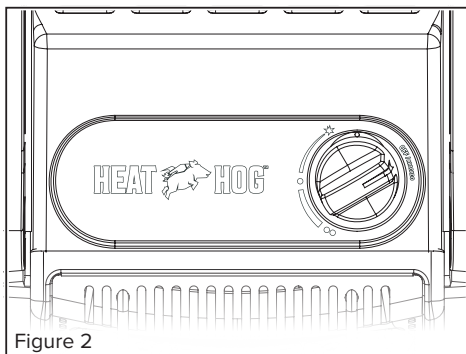

Figure 2
- Avant de connecter du propane, assurez-vous que le bouton de commande de la chaufferette est à la position « OFF » (arrêt); voir la figure 2.
- **Pour le modèle HH-09SNL-A** Tournez le bouton de commande dans le sens antihoraire à la position « PILOT » (veilleuse) et enfoncez le bouton pour l'allumage; voir la figure 2.
- Une fois la veilleuse allumée, maintenez le bouton de commande enfoncé pendant 30 à 60 secondes jusqu'à ce que les plaques chauffantes soient allumées et que le thermocouple soit chaud. Relâchez le bouton. Le bouton doit revenir à la position complètement relâchée; voir la figure 2.